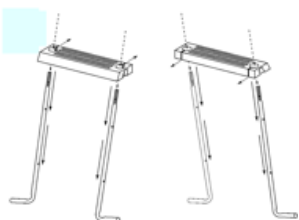

Abb. 18
- Nehmen Sie zwei Leiterbeine (Teil 16), richten Sie den langen Teil zueinander parallel aus, wobei die Füße nach außen zeigen müssen. Führen Sie von oben eine Leiterstufe (Teil 18) über beide Leiterbeine hinunter bis zum unteren Löcherpaar. Machen Sie dasselbe mit den beiden (bzw. dritte bei Leiter 1,10 m) anderen Leiterbeinen (Abb. 18).